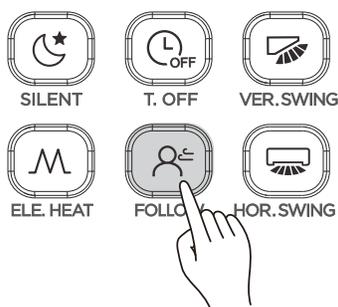

Figura 24
1. Quando a unidade estiver no modo Frio, Quente ou Auto, pressione para iniciar a função Follow-me. A tela exibirá o ícone (consulte a Figura 24).